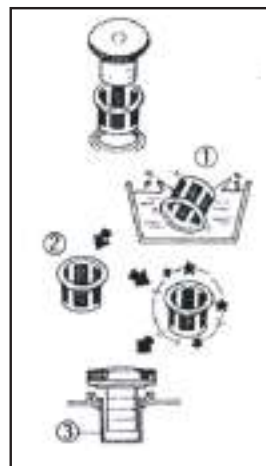

Рис. 7
- 1.Снимите крышку и фильтр топливного бака (Рис. 7).